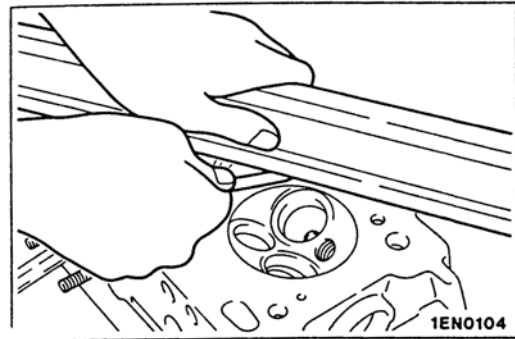

图 4-7
- (1) 在清洗气缸盖之前，检查它是否漏水、漏气、有无裂纹和其他损伤。
- (2) 清除所有的机油、水垢、密封胶和积炭。在清洗油道以后，向油道吹压缩空气，以确认其未被堵塞。
- (3) 用直尺和测隙规检查气缸盖垫片表面是否变形。如果变形超过规定的极限值按规格磨削垫片表面(见图 4-7)。